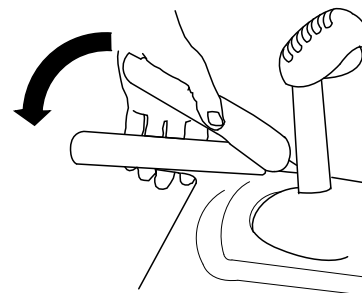

Figura 15
1. Para engranar la transmisión de tracción, apriete la palanca izquierda (tracción) hasta la empuñadura (Figura 15).